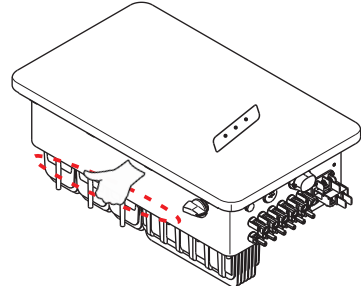

图4.2 可扶抬区域
2. 打开箱子后,拿出逆变器,虚线区域为可扶抬的区域，两边为同一位置。（如图4.2所示）